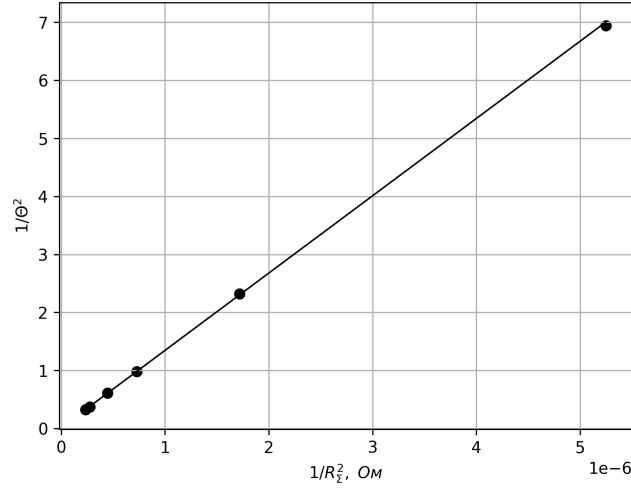

Рис. 1: График зависимости $1/\Theta^2 = f(1/R_{\Sigma}^2)$
1. Подключим генератор специальных сигналов к входу 1(X) осциллографа.
4. Соберем схему как на рис. 1.